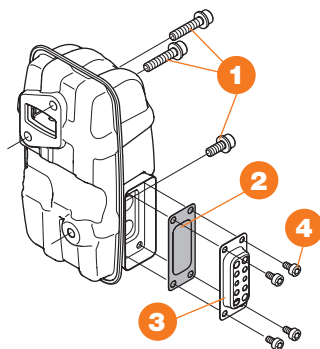

Рис. 9
- Снимите выхлопную трубу 3, открутив винты 4 (Рис. 9).
- Регулярно проверяйте, чтобы глушитель был целым и правильно закреплен. Затяните болты ① на 8-12 Нм (Рис. 9).
- Проверьте, что глушитель и выхлопная труба правильно закреплены. Затяните болты ④ с моментом 2-3 Нм. (Рис. 9).